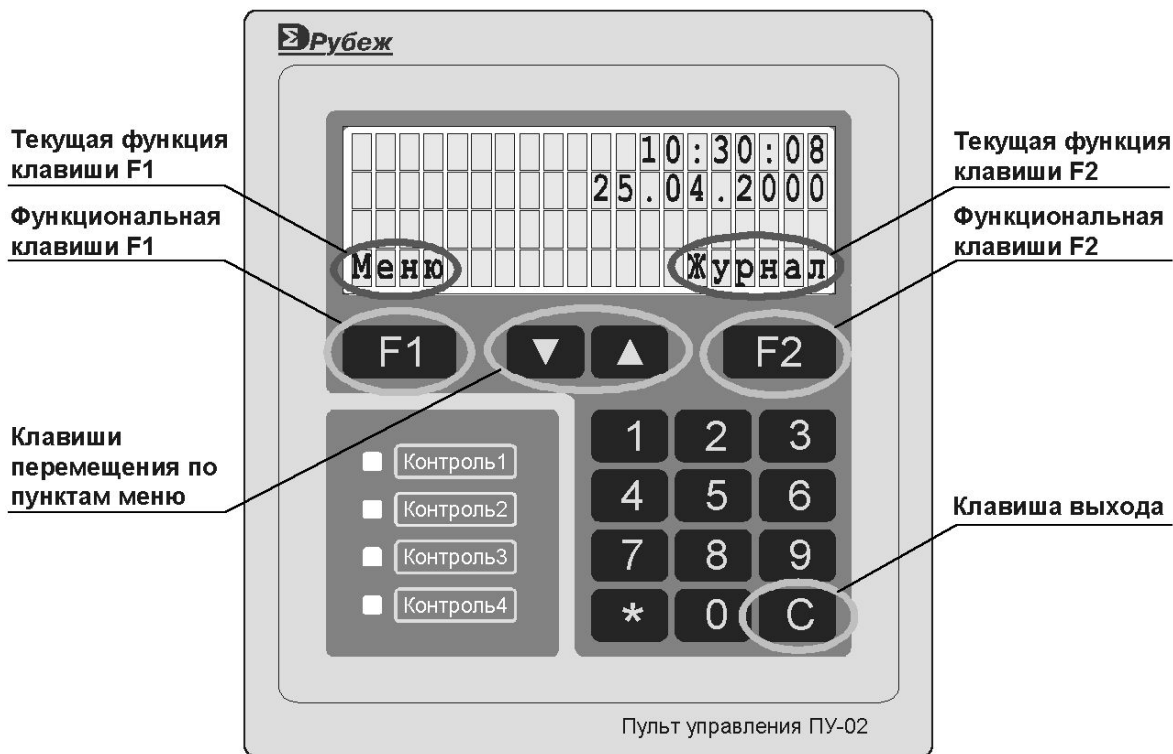
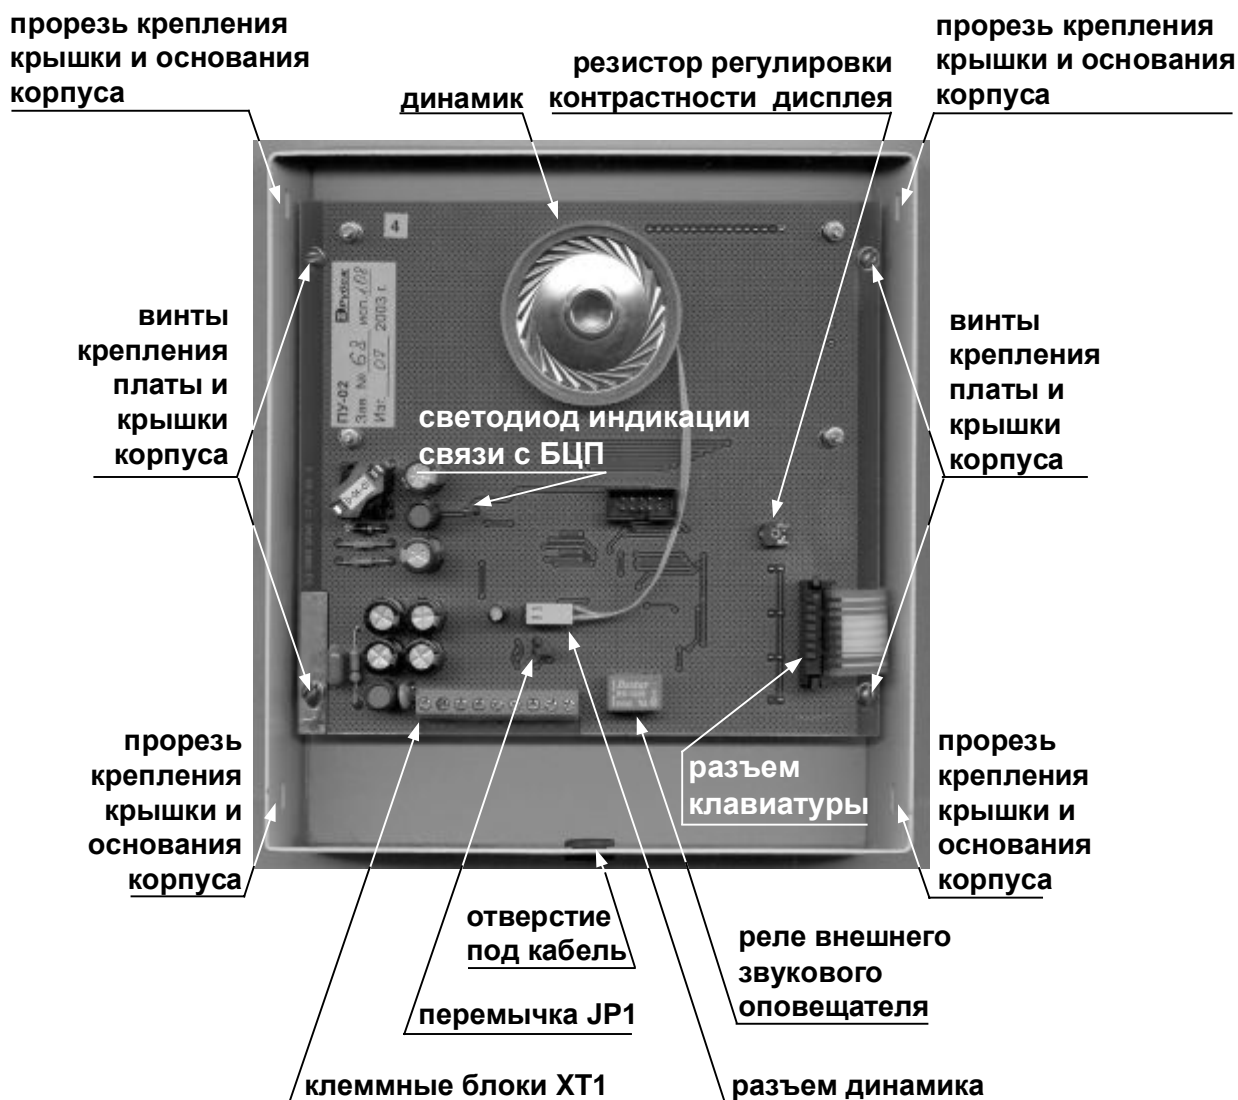
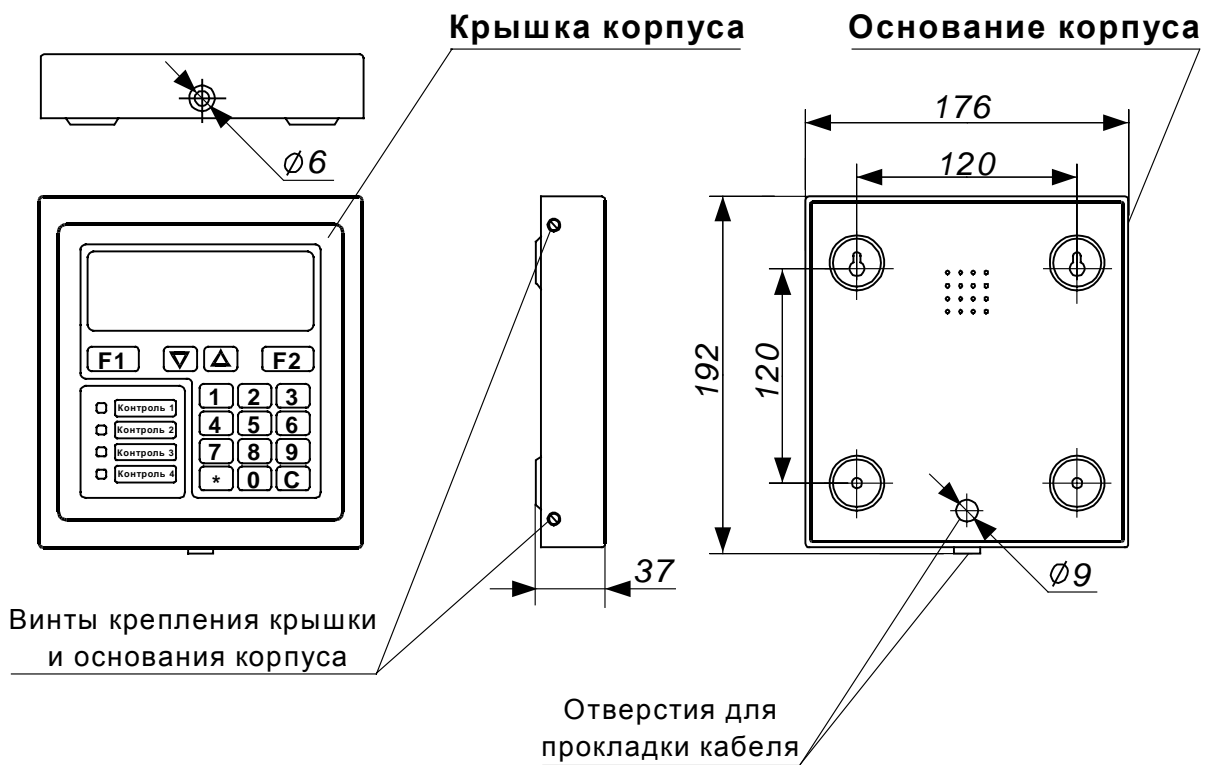

Рис. 1 Внешний вид ПУ
Рис. 3 Крышка корпуса ПУ (вид сзади)
Рис. 4 Габаритные и присоединительные размеры (накладное исполнение)
В составе прибора ПУ (Рис. 1) используется в качестве сетевого устройства и подключается по линии связи к БЦП по интерфейсу RS-485. Если ПУ является последним устройством в линии RS-485 – необходимо установить перемычку JP1 согласующего резистора (120 Ом).
- клавиша **F1** служит для выбора текущей функции (см. Рис. 1);
- клавиша **F2** служит для выбора текущей функции (см. Рис. 1);
ПУ конструктивно выполнен в металлическом разъемном корпусе (Рис. 1, Рис. 3, Рис. 4) и состоит из крышки (Рис. 3) и основания корпуса (Рис. 4). Корпус ПУ обеспечивает степень защиты оболочки IP20. На боковых сторонах крышки корпуса расположены прорези для винтов крепления крышки и основания корпуса. На нижней стороне крышки и основания корпуса предусмотрены отверстия для прокладки кабеля. Есть
Плата скреплена с крышкой корпуса – 4-мя винтами (см. Рис. 3).
Для закрепления ПУ на вертикальной поверхности в основании корпуса предусмотрены отверстия крепления (Рис. 4).
Габаритные и присоединительные размеры ПУ показаны на Рис. 4.
Элементы ПУ врезного варианта исполнения расположены аналогично накладному (см. Рис. 3). Однако в отличие от ПУ накладного варианта исполнения во врезном на плате отсутствует резистор регулировки контрастности дисплея.